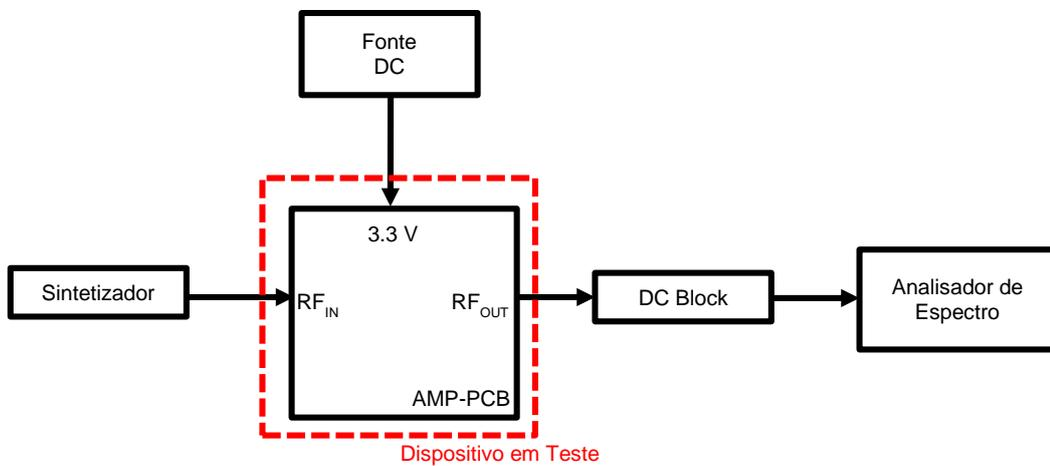

Figura 4.1.3 – conexões para teste de potência de saída.
- 1) Realizar as conexões descritas na figura 4.1.3;